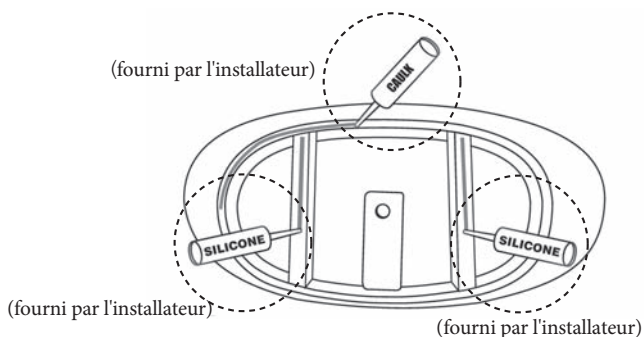

figure 12
17. Appliquer de l'adhésif ou du silicone sur le fond des supports de la baignoire (figure 12).
18. Appliquer ensuite du calfeutrant pour baignoire et carrelage autour du bord de la base (figure 12).